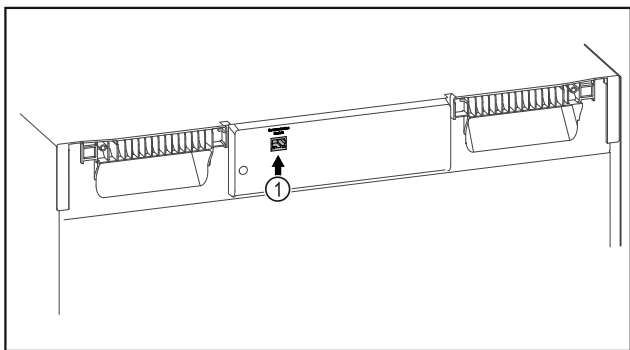

Fig. 95
- SmartModule *Fig. 95 (1)* ist eingesetzt.